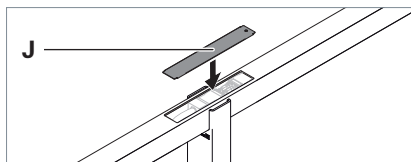

Fig. 4: Monter le recouvrement sur le tube porteur.
- ▶ Enfoncez le recouvrement **J** verticalement dans l'évidement du tube porteur, voir Fig. 4.